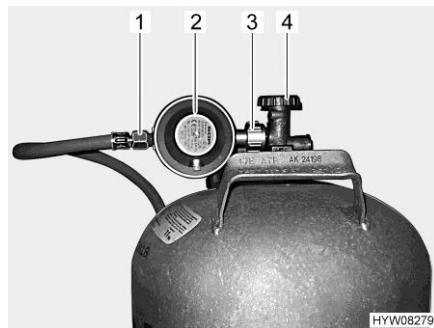

Fig. 118 Raccordo bombola del gas
- Chiudere la valvola principale di arresto (Fig. 118,4) della bombola del gas. Osservare la direzione della freccia.
- Tenere fermo il regolatore di pressione del gas (Fig. 118,2) e aprire il dado zigrinato (Fig. 118,3) (generalmente filettatura sinistra).
- Rimuovere il regolatore di pressione del gas con il tubo del gas (Fig. 118,1).
- Collocare il regolatore di pressione del gas (Fig. 118,2) con il tubo del gas (Fig. 118,1) sulla bombola del gas e serrare il dado zigrinato (Fig. 118,3) (generalmente filettatura sinistra). **Non tirare con molta forza.**